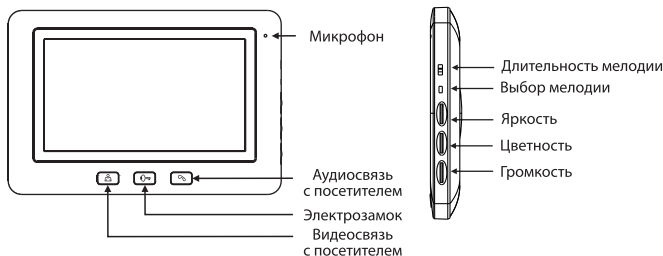

Рисунок 2. Общий вид внутреннего блока
- настройки домофона можно менять органами управления на боковой грани внутреннего блока (см. рисунок 2). Суть настроек интуитивно понятна из пиктограмм на боковой грани блока и из обозначений органов управления на рисунке 2.